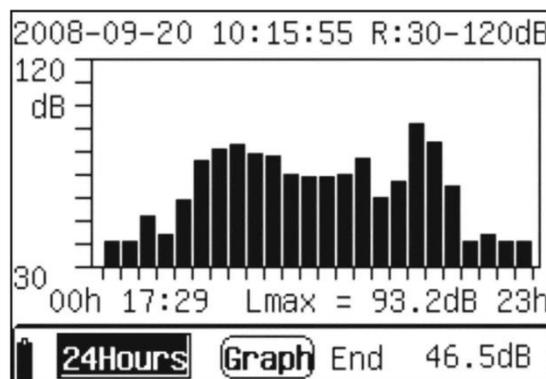

Fig. 18: Visualização final da medição 24Hours
8. No final dos 24 intervalos, a gravação termina e o resultado é guardado **automaticamente** na memória do instrumento. A mensagem “End” aparece na parte inferior do instrumento (ver Fig. 18). Cada intervalo mantém o mesmo nome da medição